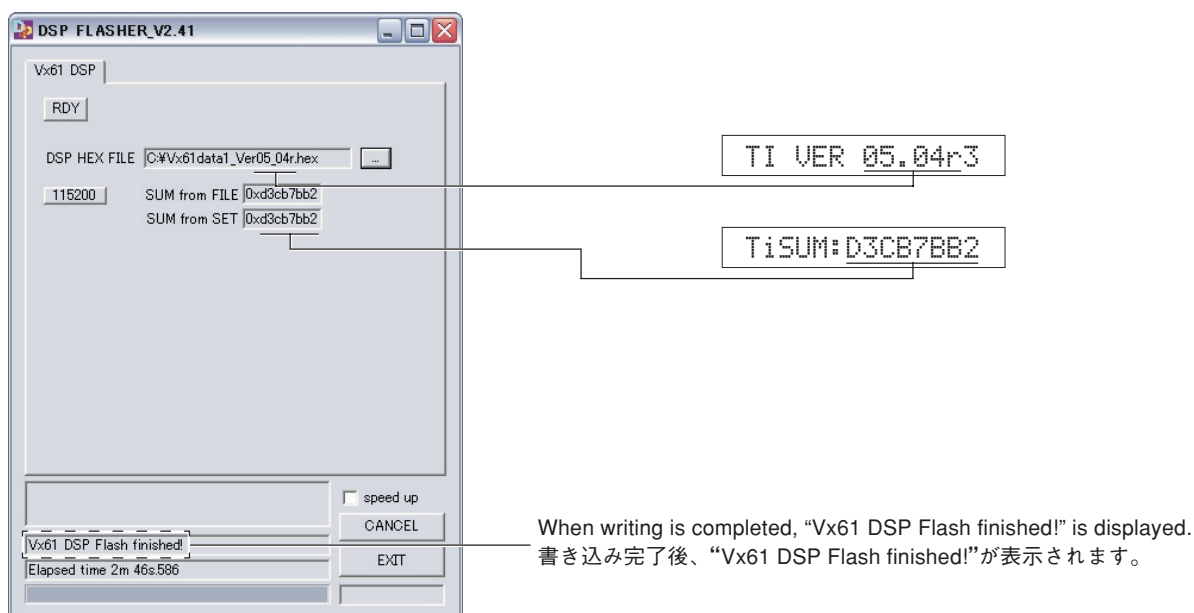

Fig. 10
11. When writing is completed, "Vx61 DSP Flash finished!" is displayed. (Fig. 10)
12. Select the DIAG menu "23-5. TI FLASH version". (Fig. 10)
- Check the displayed firmware version is the same as the written firmware version. (Fig. 10)
13. Select the DIAG menu "23-6. TI FLASH checksum". (Fig. 10)
- Check the displayed checksum is the same as the written firmware checksum. (Fig. 10)
11. 書き込み完了後、“Vx61 DSP Flash finished!”が表示されます。(Fig. 10)
12. DIAG“23-5. TI FLASH version”を選択します。(Fig. 10)
- 表示されたファームウェアのバージョンが書き込んだファームウェアのバージョンと同じであることを確認します。(Fig. 10)
13. DIAG“23-6. TI FLASH checksum”を選択します。(Fig. 10)
- 表示されたチェックサムが書き込んだファームウェアのチェックサムと同じであることを確認します。(Fig. 10)